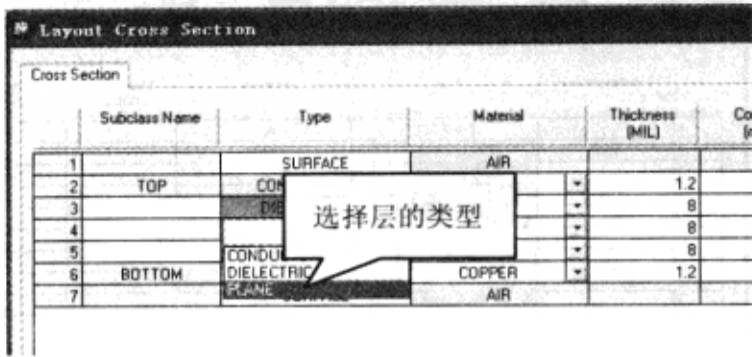

图 7-12-22 选择层的类型
(5) 单击“Type”栏下第 4 层 DIELECTRIC 旁边的小箭头，在下拉菜单中选择“PLANE”，电源完整性工具会自动填充右边的各栏，包括层的材料、厚度及其他的一些值，如图 7-12-22 所示。